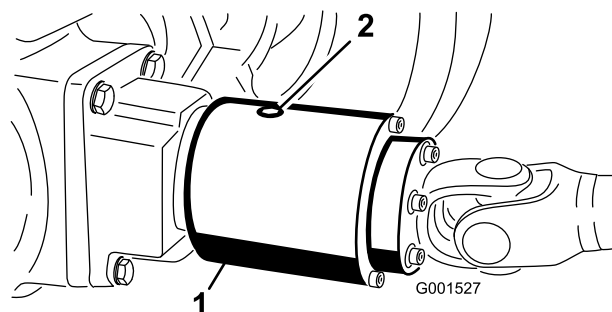

Figure 64
3. Tournez l'embrayage pour que le bouchon de vidange soit en bas (Figure 64).